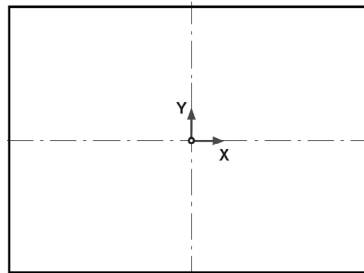

Рис. 16.6. Указание центра прямоугольника
3.5. Расположите центр прямоугольника в начале координат вида, то есть в точке с координатами  $X=0$ ;  $Y=0$  (рис. 16.6).